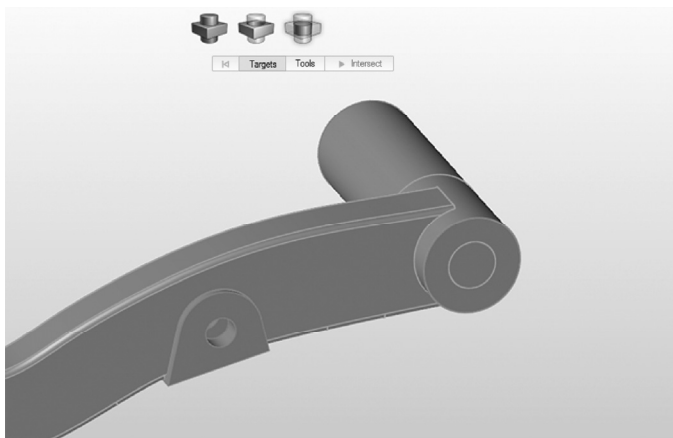

图 6-28
3) 在模型视窗中单击制动臂将其选中，如图 6-28 所示。